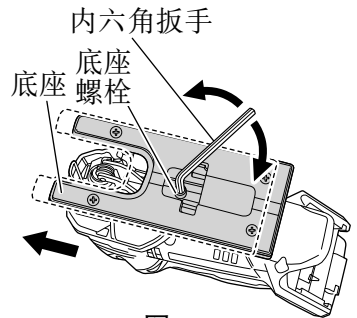

图 21
- (1) 使用内六角扳手松开附在底座上的底座螺栓。（图 21）
- (2) 将底座充分向前移动（图 21）再次上紧底座螺栓。
- (1) 使用内六角扳手松开附在底座上的底座螺栓。(第 19 页的图 21)
- (2) 将底座充分向前移动(第 19 页的图 21)再次上紧底座螺栓。
- (3) 将轨道位置设为“0”。
- (1) 使用内六角扳手松开附在底座上的底座螺栓，并将底座充分向前移动。(第 19 页的图 21)
- (3) 重新拧紧底座螺栓。(第 19 页的图 21)
- (4) 将轨道位置设为“0”-“III”。
- (1) 使用内六角扳手松开附在底座上的底座螺栓。（第 19 页的图 21）
- (2) 将底座充分向前移动再次上紧底座螺栓（第 19 页的图 21）。